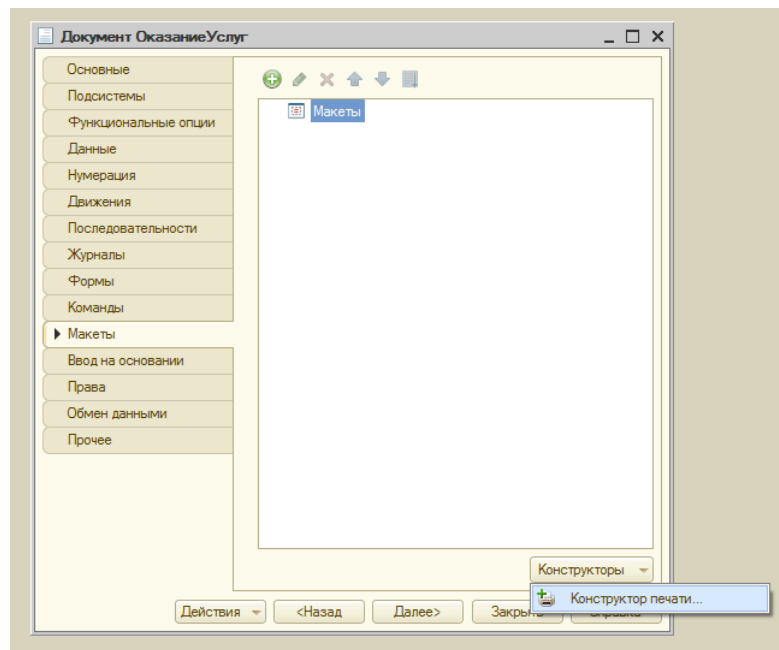

Рисунок 94 Вкладка Макет документа ОказаниеУслуг
- Перейдите на вкладку **Макет** и запустите **Конструкторы – Конструктор печати** (рис. 94).